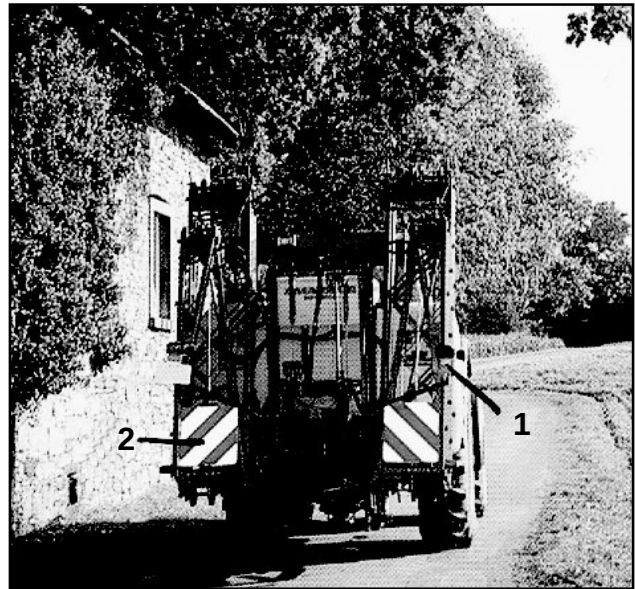

Fig. 12.11
1. Feux rouges arrière (droit et gauche) (fig. 12.11/1), code : 105 900
2. 2 panneaux, réfléchissants, à rayures rouges et blanches (fig. 12.11/2), code : 718 400.